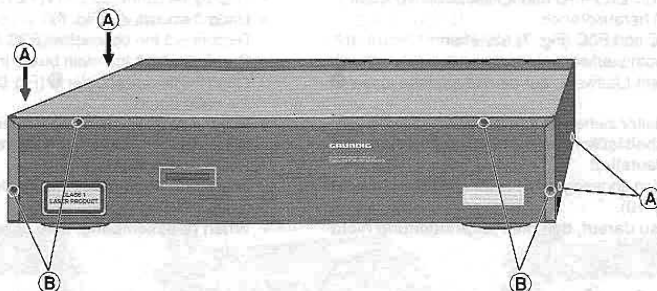

Fig. 1
- 4 Schrauben (A) (Torx T 10) und 4 Schrauben (B) herausdrehen (Fig. 1).